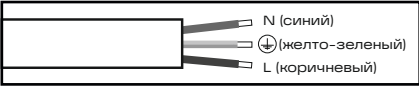

Рис. 5
- 5.14 Выполните электрическое подключение осветительного прибора согласно рис. 5 или 6 (для версии с DALI 2.0).